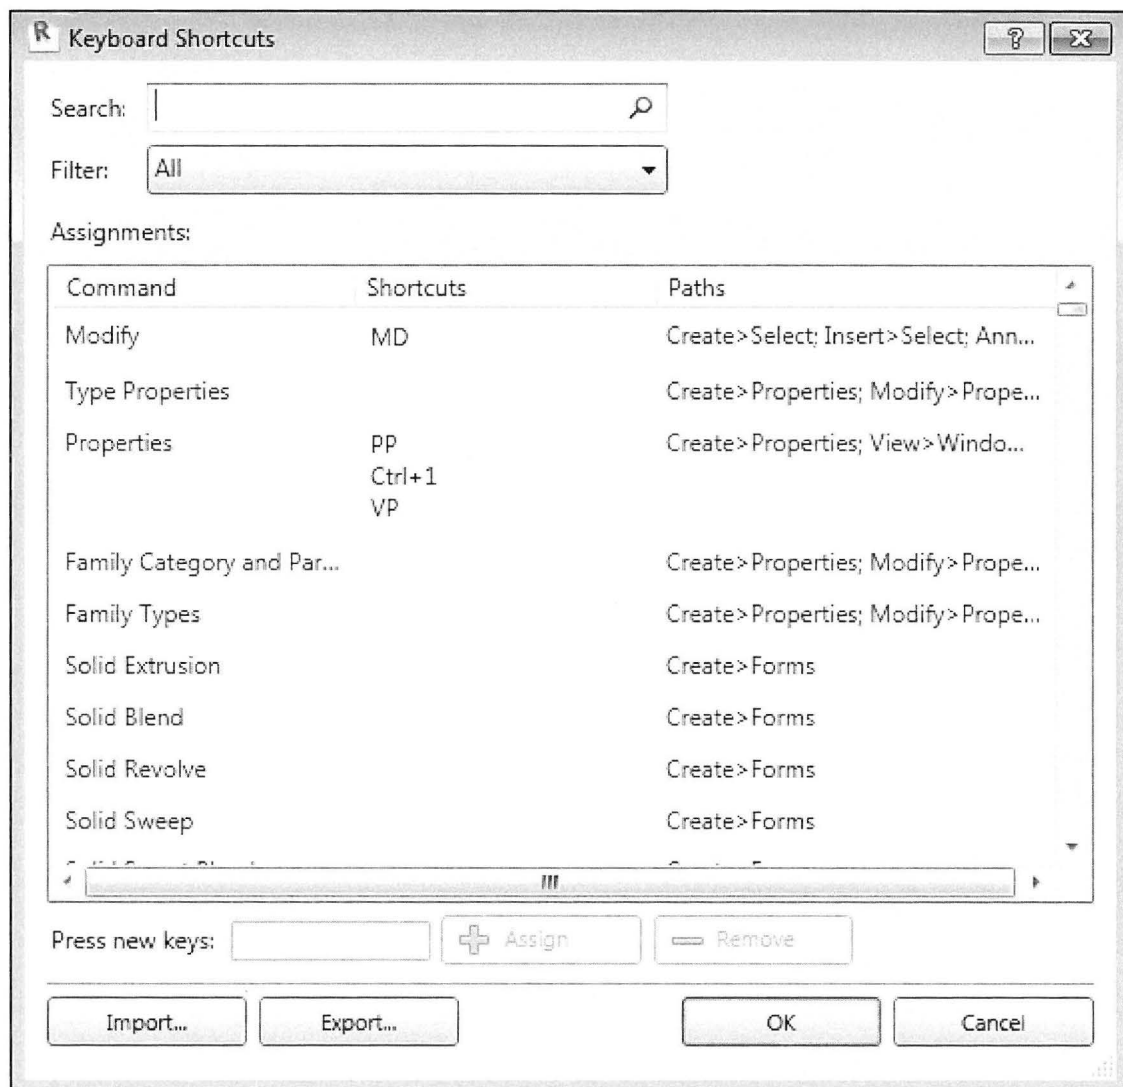

Fig. 18.05.
- Nu kan du så finde alle kommandoer på listen (Fig. 18.05, næste side).